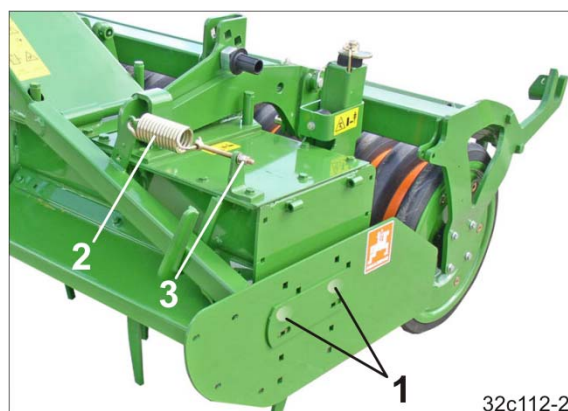

Fig. 119
Sideplaten er festet med to flathodeskruer (Fig. 119/1) og kan justeres i høyden.
2. Still inn spenningen til fjæren (Fig. 119/2) ved å dreie mutteren (Fig. 119/3).